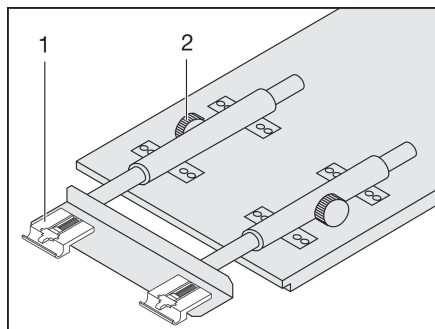

Fig. 75 Agrandir la table suspendue
- Desserrer les vis moletées (Fig. 75,2).
- Soulever légèrement le plateau de table à l'avant et l'extraire jusqu'à la butée. La rallonge de table (Fig. 75,1) est complètement sortie.
- Soulever légèrement le plateau de table à l'avant et le repousser jusqu'à la butée. La rallonge de table (Fig. 75,1) est complètement rentrée.